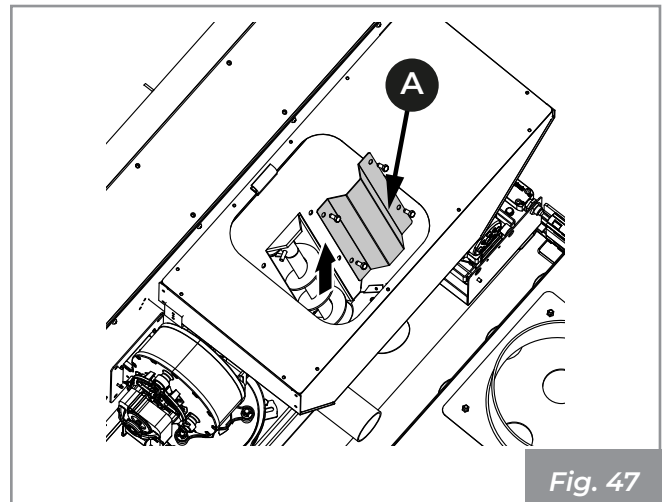

Fig. 47
In caso di intasamento del tubo di alimentazione che dal serbatoio porta i pellet alla camera di combustione rimuovere la piastrina d'ispezione (A). ( **Fig. 47** )